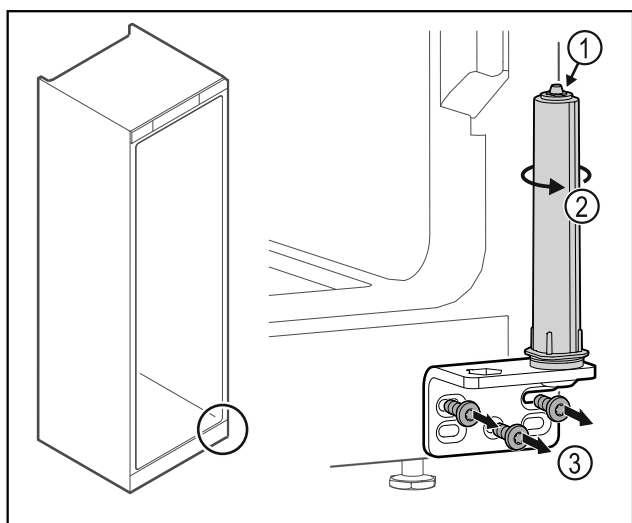

Fig. 31
- Türschließsystem Fig. 31 (1) nicht zerlegen.
- Schließsystem Fig. 31 (2) drehen, bis es klickt.
- Scharnierwinkel abschrauben Fig. 31 (3).